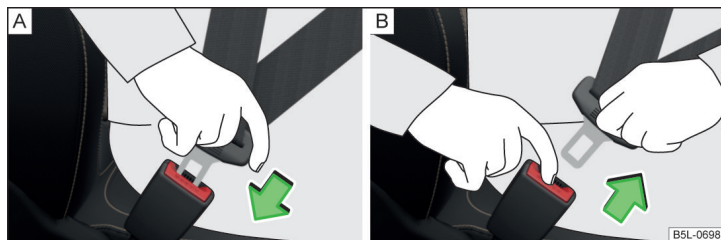

Fig. 6 Colocar y quitar el cinturón de seguridad
- Introducir la lengüeta en el cierre correspondiente al asiento » fig. 6 - A) hasta que se oiga que encaja.
- Pulsar la tecla roja en el cierre del cinturón » fig. 6 - B), la lengüeta del cinturón saldrá disparada.